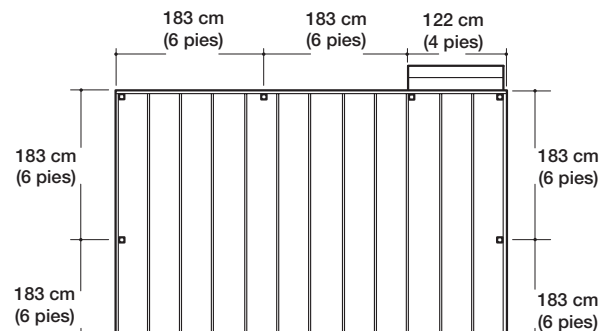

fig. 2
Paso 1 Determine el número de postes de barandal necesarios para su terraza. El espacio entre postes es de 183 cm (6 pies) entre centros o de 244 cm (8 pies) entre centros dependiendo de la longitud de barandal elegida. Ejemplo: Una terraza de 3.66 x 4.88 m (12 x 16 pies) anexa a un edificio, con una entrada de 1.22 m (4 pies) en un lado, necesitará en total ocho postes (fig. 2).